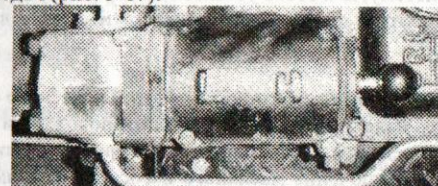

Рис. 3-17. Масляный насос гидравлической системы. Л – насос выключен, Н – насос включен
Рукоятка включения масляного насоса гидросистемы закреплена на левой стороне корпуса коробки передач (рис. 3-17).
- 1.) при работе трактора не связанной с работой навесного оборудования, масляный насос должен находиться в **выключенном** положении (рис. 3-17). Шток включения насоса рекомендуется вытягивать с двойным выжимом педали сцепления.